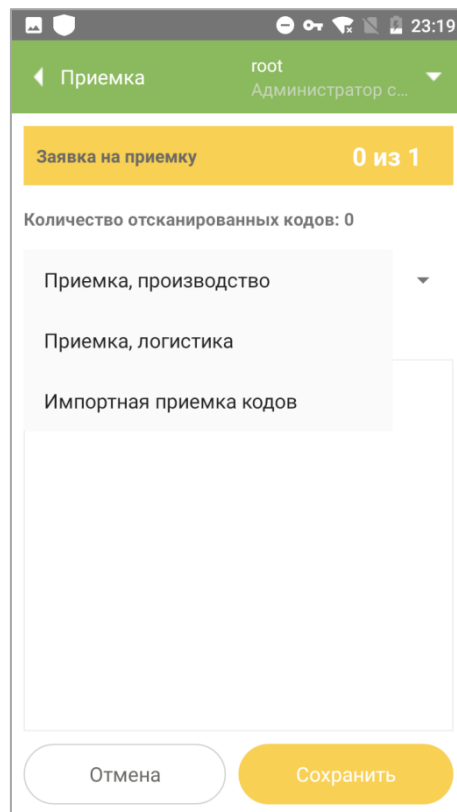

Рисунок 9.9
- 2.1. При необходимости выбрать из выпадающего списка вариант приемки (Рисунок 9.9):